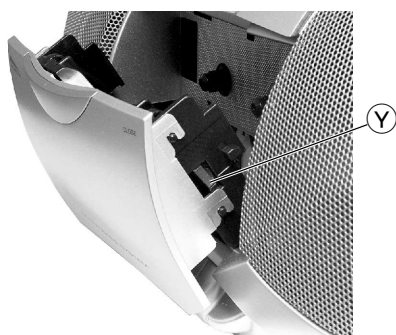

Fig. 26
- Die Rastnase $\text{\textcircled{Y}}$ (Fig. 26) auf der nicht verklebten Seite nach innen drücken und Cassetten-Blende auf dieser Seite ausrasten. Die Cassetten-Blende auf der nicht verklebten Seite soweit nach vorne ziehen, dass die verklebte Seite der Blende vorsichtig zur Seite weggedrückt werden kann.
- Press in the locking lug $\text{\textcircled{Y}}$ (Fig. 26) at its side not fixed with glue then disengage the cassette trimplate at this side. Pull the cassette trimplate at the side without glued joints to the front until the glued side of the trimplate can be carefully pressed apart.